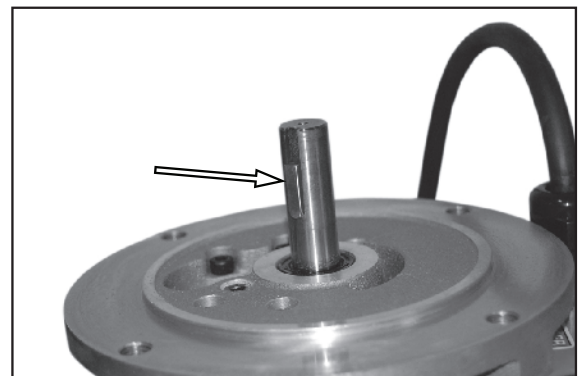

Figura 35.
2. Veja a Figura 35. Remova a chaveta de seção quadrada.